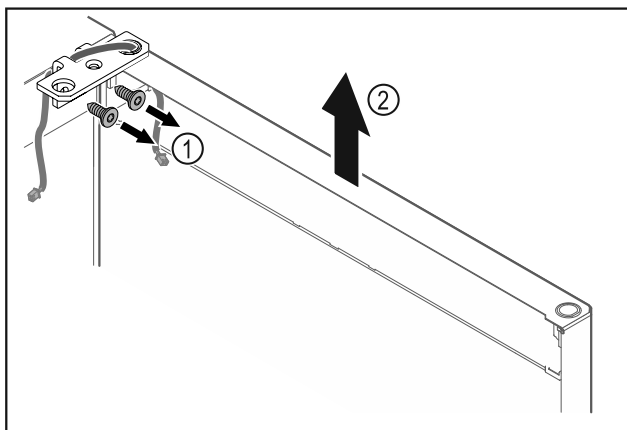

Fig. 16
- ▶ Csavarozza le a csuklópántot Fig. 16 (1).
- ▶ Az ajtót a csuklópánttal Fig. 16 (2) együtt emelje meg felfelé kb. 200 mm-rel, majd vegye le.